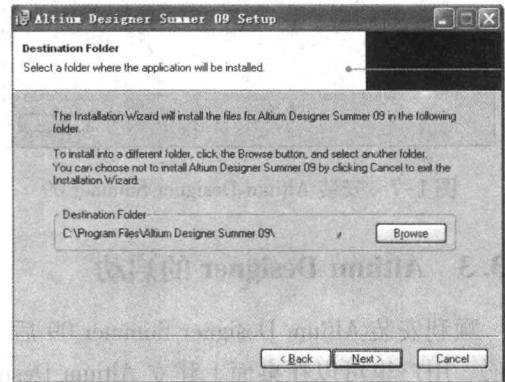

图 1-4 选择安装路径
4) 填写完毕，单击 **Next >** 按钮，进入如图 1-4 所示的选择安装路径向导。系统默认安装路径是“C:\Program Files\Altium Designer Summer 09\”。如果需要更改安装路径，可单击 **Browse** 按钮，在打开的目录对话框中加以指定。